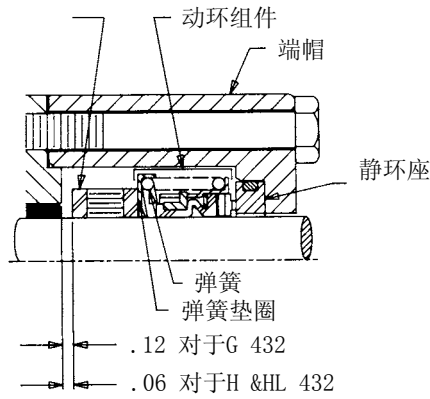

图 15 - 密封部分 剖视图
安装机械密封：将定位环安装在轴上并拧紧固定螺钉。见图15 定位环位置。
- 弹簧垫圈和弹簧必须按图中顺序先放在轴上(见图15)。